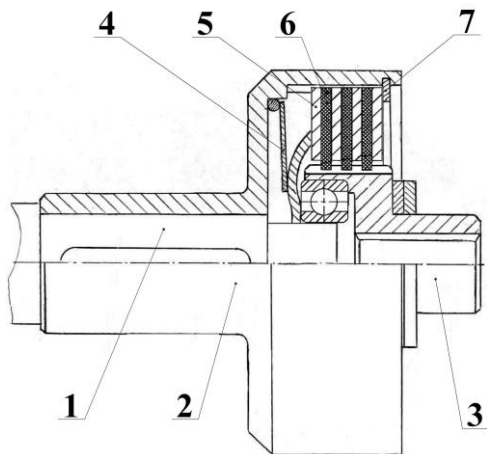
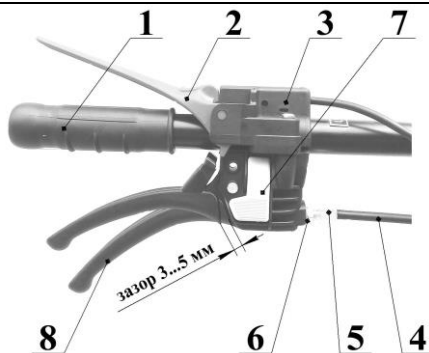
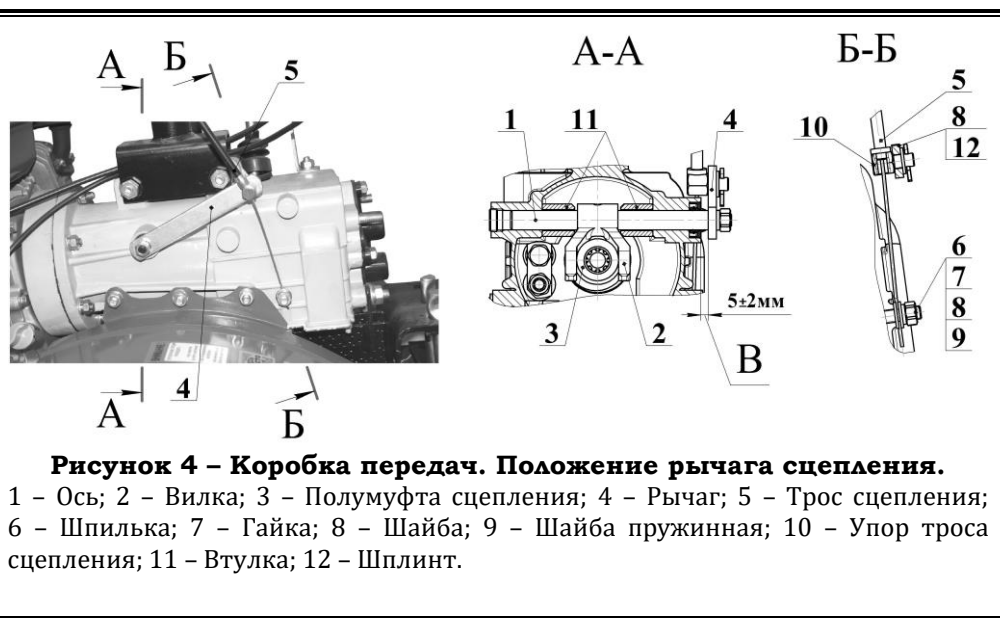
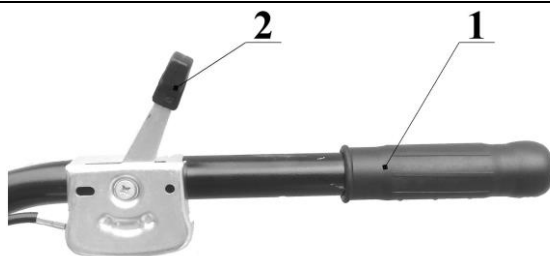

Рисунок 2 – Сцепление.
Рисунок 3 – Рукоятка руля левая.
Рисунок 4 – Коробка передач. Положение рычага сцепления.
Рисунок 10 – Рукоятка руля правая.
Сцепление состоит из следующих основных частей: полумуфты ведущей **2** (рисунок 2), полумуфты ведомой в сборе с выжимным подшипником **3**, тарельчатой пружины **4**, дисков ведущих **5**, дисков ведомых **6**, пружинного упорного кольца **7**.
При отпущенном рычаге сцепления 8 (рисунок 3) тарельчатая пружина 4 (рисунок 2) сжимает пакет дисков ведущих и ведомых, набранных поочередно. За счёт трения между дисками, ведущими и ведомыми осуществляется связь двигателя с коробкой передач.
При нажатии на рычаг сцепления **8** (рисунок 3) усилие с помощью троса **4** сообщается наружному концу рычага выключения сцепления **4** (рисунок 4). Поворачиваясь вместе с осью **1** вилка сцепления **2** (рисунок 4) через полумуфту ведомую **3** (рисунок 2) и выжимной подшипник сжимает диафрагменную пружину, ведомые диски освобождаются от ведущих и тем самым прекращается передача вращения от двигателя к коробке передач.
1.2.2.1.6 Механизм выключения сцепления состоит из: оси, выведенной наружу из корпуса коробки, вилки сцепления **1** (рисунок 5), рычага выключения сцепления **8** (рисунок 3). Вилка сцепления закреплена на оси и упирается в торец полумуфты ведомой **3** (рисунок 2) через радиальный подшипник.
Рычаги управления установлены на руле и состоят из: рычага «Стоп» **2** (рисунок 3), рычага сцепления **8**, троса сцепления **4**, рычага газа **2** (рисунок 10).
Рычаг «Стоп» и рычаг сцепления представляют собой сборную конструкцию и установлены на левой рукоятке руля (рисунок 3). Рычаг «Стоп» в нормальном (отжатом) положении воздействует на выключатель, соединенный проводом с магнето двигателя, и замыкает зажигание на «Массу» (запуск и работа двигателя возможна только при нажатой ручке).
Рычаг сцепления **8** (рисунок 3) служит для отключения сцепления, при помощи троса **4** установленного на рычаге. Второй конец троса соединён с рычагом выключения сцепления **4** (рисунок 4) и застопорен с помощью шпильки **6**, шайб **8** и **9** и гайки **7**. В нажатом положении рычаги **2** и **8** (рисунок 3) могут быть застопорены фиксатором **7**, установленным на кронштейне рычага сцепления (для запуска двигателя). На кронштейне рычага имеется регулятор свободного хода, представляющий полый болт **5**, через который проходит трос сцепления. Оболочка троса **4** с одной стороны упирается в полый болт **5** (рисунок 3), а с другой стороны в упор троса сцепления **10** (рисунок 4) расположенный на рычаге **4**.
Выворачивая болт **5** (рисунок 3), можно уменьшить свободный ход рычага. Болт стопорится контрящей гайкой **6**.
1) В случае ослабления троса его необходимо подтянуть. Для этого необходимо отвернуть гайку 7 (рисунок 4), натянуть трос и вновь затянуть гайку 7, при этом зазор В между рычагом и бонкой на корпусе коробки передач должен быть в пределах 5 ± 2 мм. После этого можно производить регулировку сцепления с помощью болта 5 (рисунок 3).
2) Категорически запрещается выдвигать вилку 1 (рисунок 4) с рычагом 4 из корпуса коробки передач, так как это приведёт к выходу из зацепления кулачков вилки 2 с полумуфтой сцепления 3.
Рычаг «газа» 2 установлен на правой рукоятке руля (рисунок 10) и при помощи троса управляет оборотами двигателя. Регулировка хода рычага газа осуществляется на плате управления двигателя.